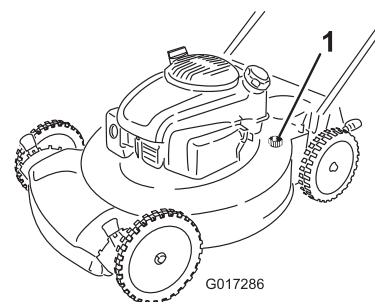

Figure 25
4. Branchez un tuyau d'arrosage, relié à une arrivée d'eau, au raccord de lavage de la machine (Figure 25).